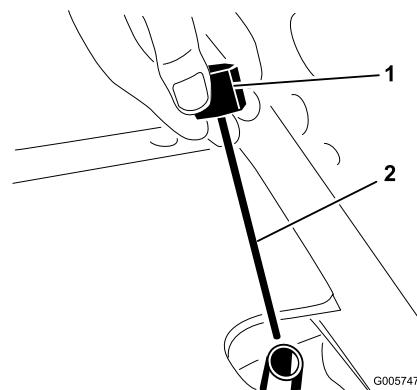

Bild 30
2. Schrauben Sie den Deckel des Peilstabs vom Einfüllstutzen (Bild 30) und wischen Sie ihn mit einem sauberen Lappen ab. Schrauben Sie den Deckel des Peilstabs mit der Hand auf dem Einfüllstutzen fest. Schrauben Sie den Peilstab heraus und prüfen Sie den Ölstand. Wenn der Ölstand nicht 13 mm von der Kerbe am Peilstab (Bild 30) ist, füllen Sie eine ausreichende Menge von Qualitätshydrauliköl ein, um den Stand auf die Kerbenmarke anzuheben. Sie dürfen nur bis 13 mm oberhalb der Marke einfüllen.